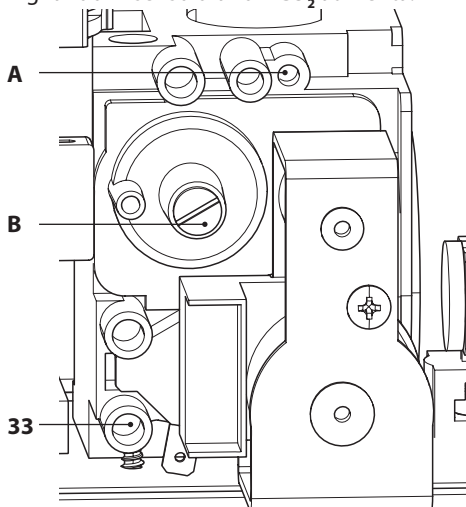

Figura 7.6
- A caldaia spenta (fuori servizio), controllare la pressione di alimentazione utilizzando la presa 33 in Figura 7.6 e confrontare il valore letto con quelli riportati nella tabella Pressioni di alimentazione gas nella sezione "Dati tecnici M260MR.2025 SM/T" a pag. 32 e "Dati tecnici M260MR.2530 SM/T" a pag. 36.
- Richiudere bene la presa di pressione 33 in Figura 7.6.
- Per tarare il **CO₂** della caldaia (pressione del gas al bruciatore) svitare completamente il tappo in ottone di protezione **B** e agire sulla vite a brugola Ø 4 mm sottostante Figura 7.6, girando in senso orario il **CO₂** aumenta.
- Se i due dati non coincidono agire sulla vite regolazione massimo RQ (A in Figura 7.6) della valvola gas e tarare il CO_2 allo stesso valore riportato nella sezione "Dati tecnici M260MR.2025 SM/T" a pag. 32 e "Dati tecnici M260MR.2530 SM/T" a pag. 36 in tabella "Dati in sanitario". Girando in senso orario il CO_2 diminuisce.